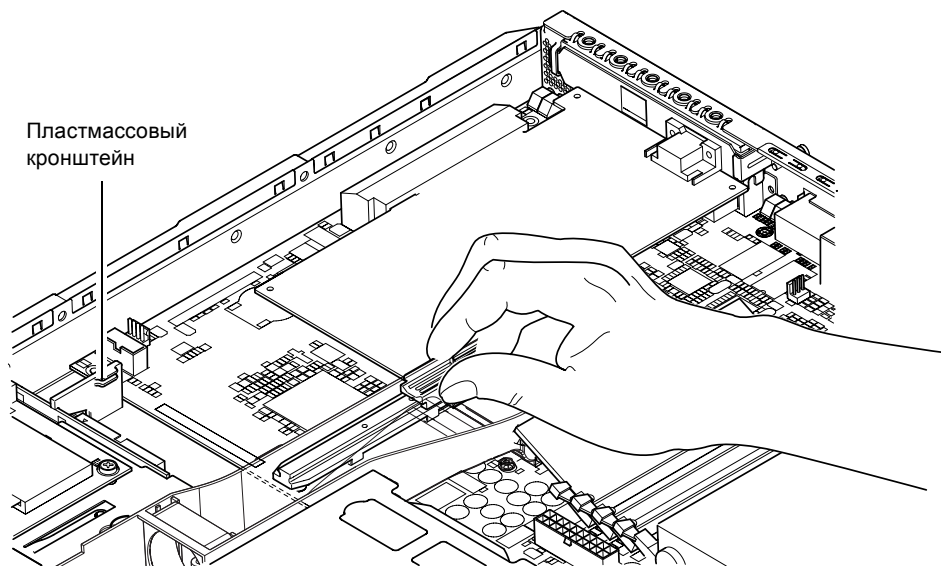

РИС. 4-8 Держатель платы PCI, направляющая и пластмассовый кронштейн
6. Сдвиньте на место держатель платы PCI, который препятствует изгибу платы (см. РИС. 4-8).
При установке полноразмерной платы PCI вставьте ее в канавку на пластмассовом кронштейне, обеспечивающим дополнительную фиксацию платы (см. РИС. 4-8).
3. Сдвиньте держатель платы PCI вдоль направляющей так, чтобы держатель не касался платы PCI (см. РИС. 4-8).